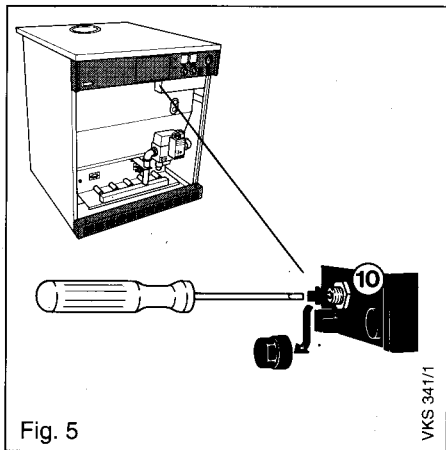

Fig. 5
**Knap for afprøvning af overkogstermostatens funktion (pos. 10 fig. 5)**